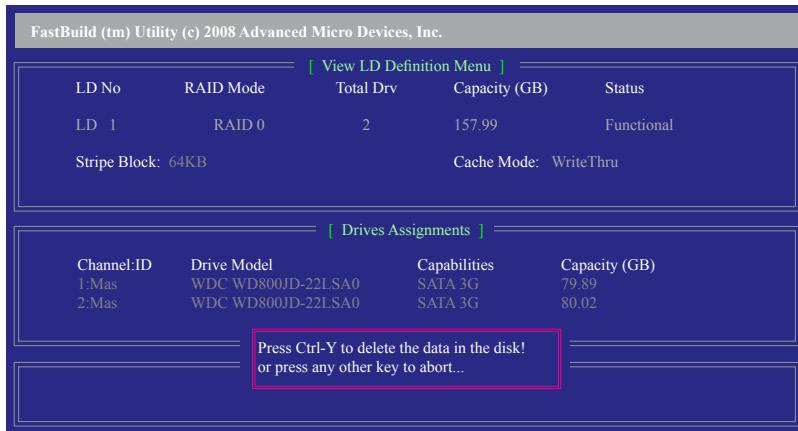

図 9
2. **View LD Definition Menu** が表示され(図 9 を参照)、このアレイに割り当てられたドライブを示します。中断するアレイまたは保管キーを削除する場合、**<Ctrl>+<Y>** を押します。